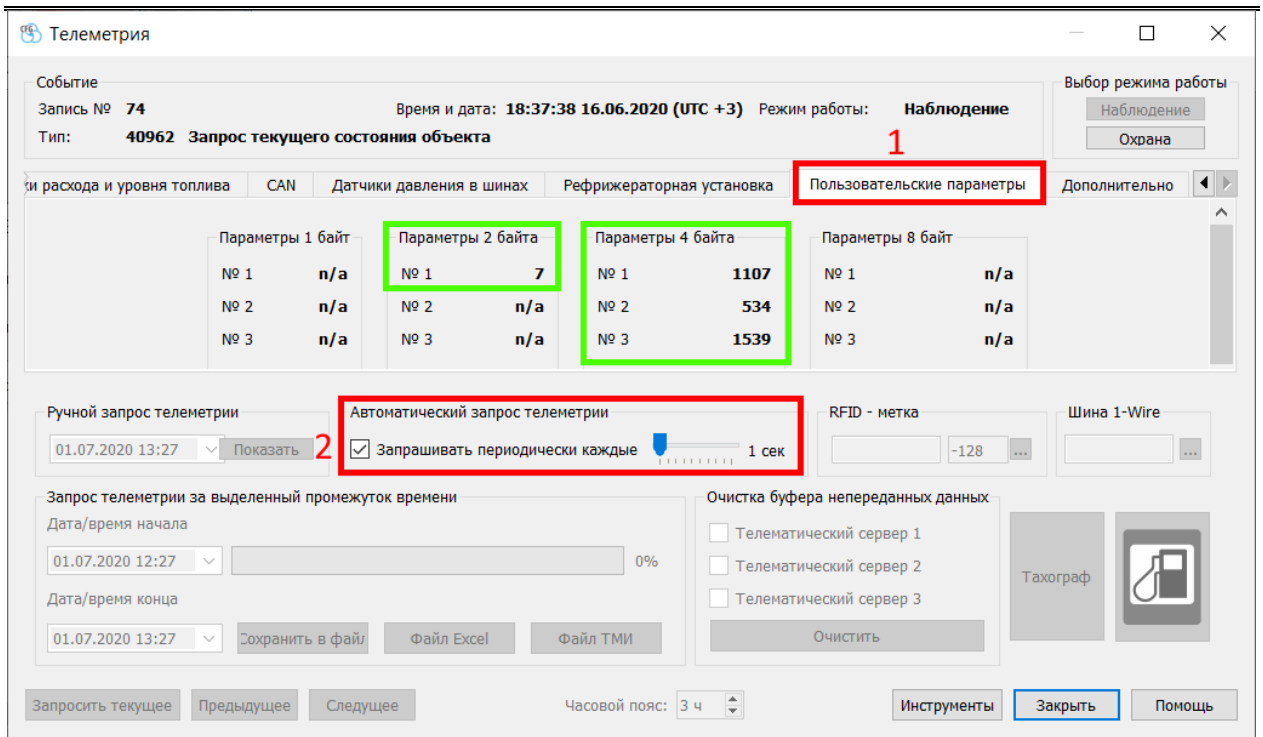

Рисунок 6
- Откроется окно телеметрии терминала (рисунок 6).